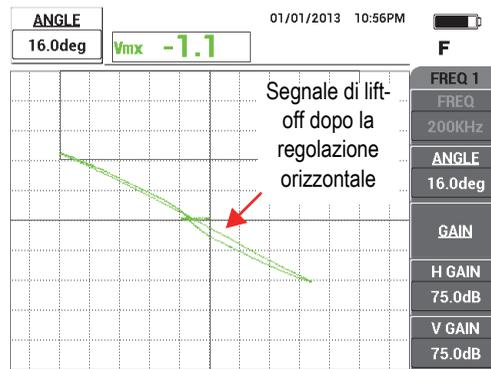

Figura 5-57 Configurazione del segnale il più vicino possibile all'orizzontale
6. Premere il tasto ANGLE () ed in seguito regolare l'angolo del segnale con la manopola in modo che il segnale del lift-off (movimento della sonda) sia il più vicino possibile alla posizione orizzontale (vedere Figura 5-57 a pagina 180).